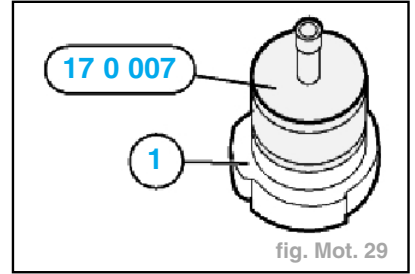

fig. Mot. 29
- Visser le bouchon (1) de l'outil **17 0 007**. (fig. Mot. 29)